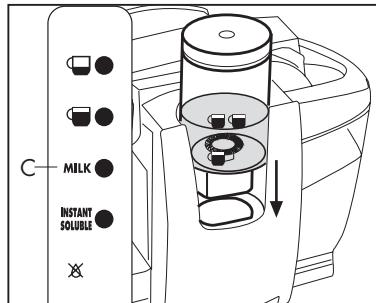

Fig. 12
- Verser le lait dans le verre suivant le niveau indiqué par les tasses, introduire complètement le verre avec le batteur (10) dans son siège, presser la touche **MILK** (C) et attendre la fin de la préparation (**Fig. 12**)